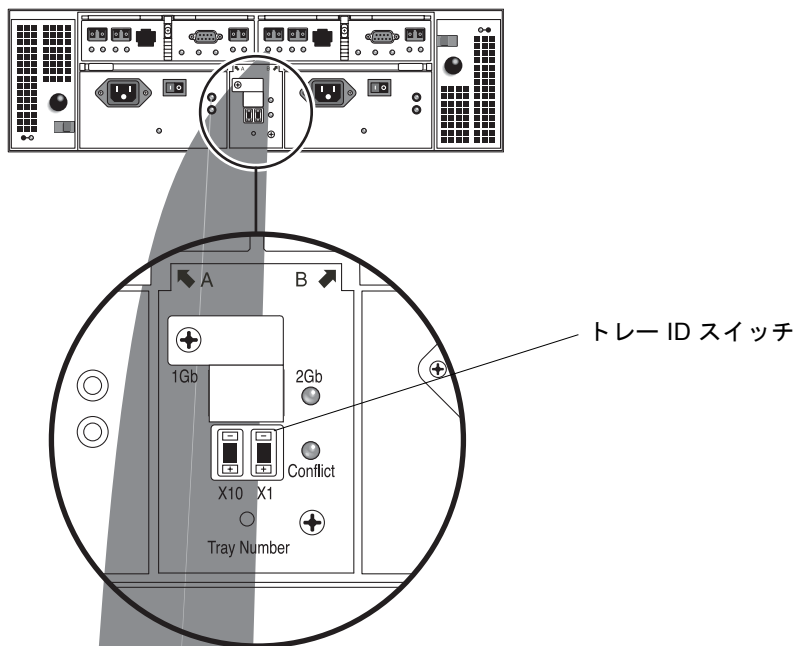

図 3-9 トレー ID スイッチ
1. トレー ID スイッチは、装置の背面の 2 つの電源装置の間にあります (図 3-9)。